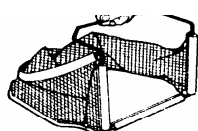

Fig. 10-2
3. Faites correspondre le cadre en acier avec le filet en nylon (Fig. 10-2)